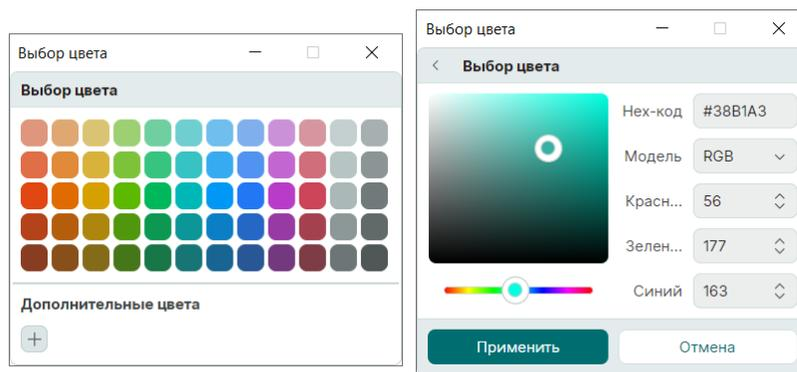

Рис. 523 Выбор цвета для отображения цепи на плате
2. Выберите цвет для отображения цепи из списка предложенных или используйте команду «Другие цвета», и в появившемся окне «Выбор цвета» определите необходимый цвет, см. Рис. 523.